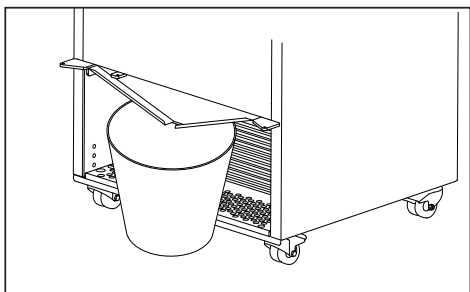

fig. 10
3. Placez un seau ou un récipient approprié sous le trou d'écoulement de l'eau de dégivrage. Voir fig. 10.